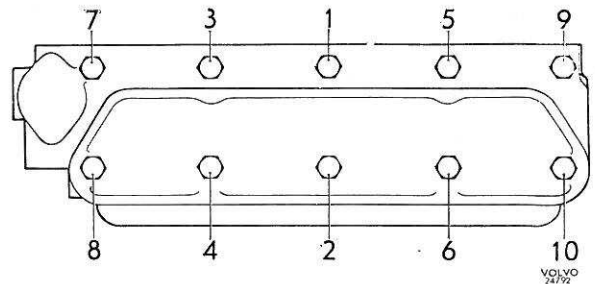
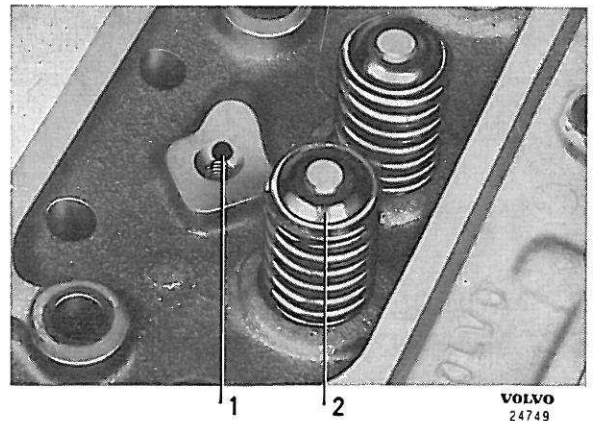
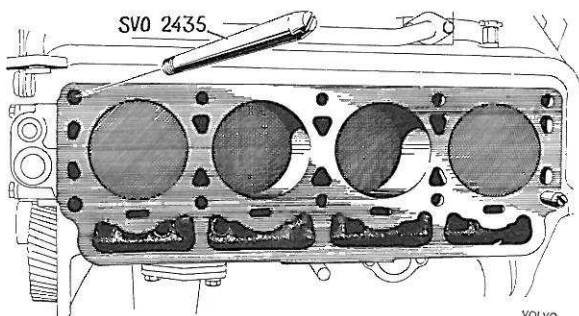

Figure 17. Ordre de serrage des goujons de culasse
Figure 18. Culasse
Figure 20. Goupilles de positionnement pour remontage de la culasse
Le remontage de la culasse se fait à l'aide des goupilles de positionnement SVO 2435. Le serrage doit se faire dans l'ordre indiqué sur la figure 17 afin d'éviter la production des tensions nuisibles. Vérifier si l'orifice de passage d'huile (1, figure 18) vers le culbuteur n'est pas bouché.
9. Remonter les soupapes. Visser les goupilles de positionnement SVO 2435 dans le bloc, l'un dans l'alésage avant de droite, l'autre dans l'alésage arrière de gauche, figure 20. Poser un nouveau joint de culasse et de nouveaux joints d'étanchéité pour la pompe à eau et reposer la culasse. Retirer les goupilles de positionnement et mettre les goujons de culasse à la place. Concernant l'ordre et le couple de serrage des goujons de culasse, voir figure 17 et les caractéristiques. Remonter les autres pièces. Faire le plein de liquide de refroidissement, voir "Plein de liquide de refroidissement d'un circuit entièrement vidé", page 56.
3. Visser en place les goupilles de positionnement SVO 2435, l'une dans le trou à vis avant de droite, l'autre dans le trou à vis arrière de gauche, figure 20. Poser un joint de culasse neuf, ensuite la culasse. Visser légèrement les
- Serrer les vis dans l'ordre indiqué et au couple requis, voir figure 17 et les caractéristiques.